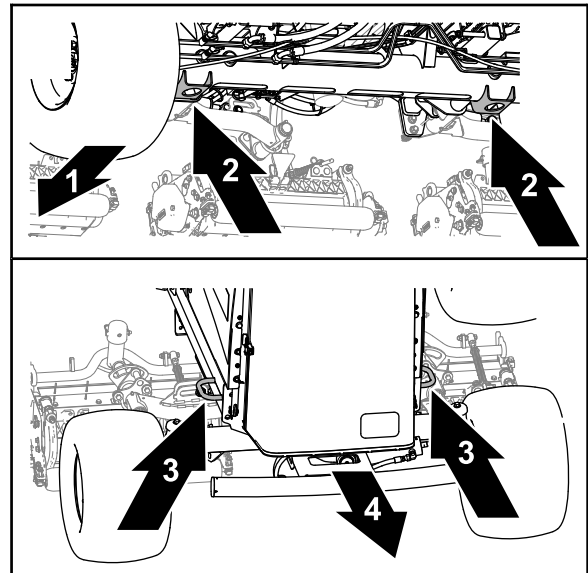

Figure 58
- Avant – trou dans les supports de cric du tube d'essieu avant (Figure 58).